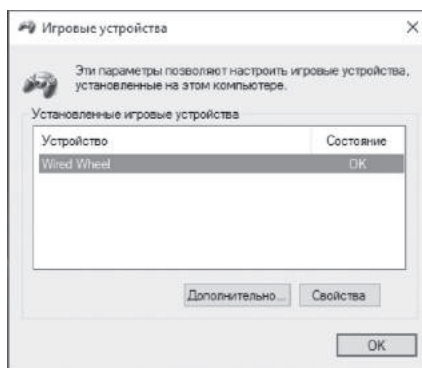

Рис. 6
• При двойном клике по иконке «LS-USBMX 1 2 3 Steering...» появится окно «Игровые устройства» (см. Рис. 6). В режиме «Direct Input» руль определяется как «Wired Wheel» (Для переключения между режимами «Direct Input» и «XInput» необходимо нажать кнопку «Home»).